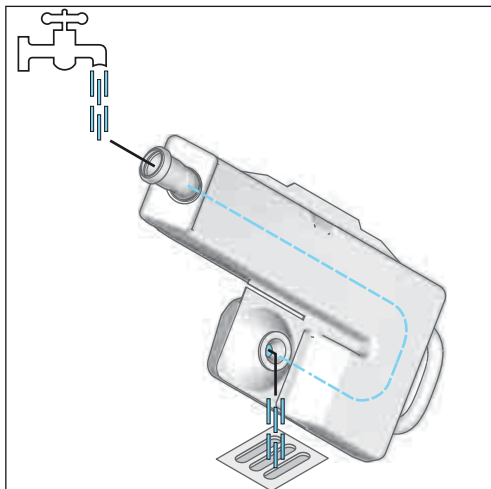

Figura 9-8 Risciacquare la scatola della condensa.
- Risciacquare la scatola della condensa con acqua corrente trasversale, fino a che non esce acqua pulita. (figura 9-8). Per rimuovere i sedimenti, la scatola della condensa deve essere scossa.